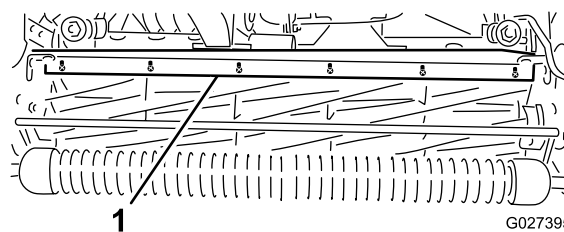

Figure 53
1. Desserrez les vis qui fixent la barre supérieure (Figure 53) au plateau de coupe.